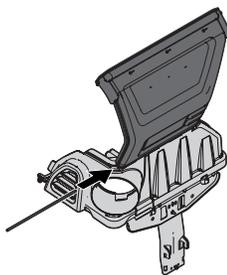

Figura 11
- Coloque la cubierta superior de la embolsadora, para lo que debe alinear las lengüetas de la cubierta y deslizar el pasador de montaje en el canal como se muestra en la Figura 11.